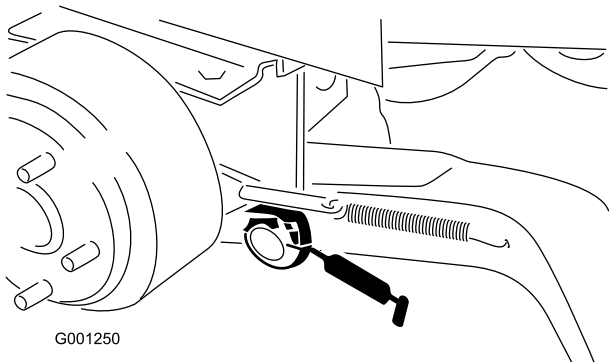

Figure 38
- Bagues de pivots de bras de relevage (Figure 38)